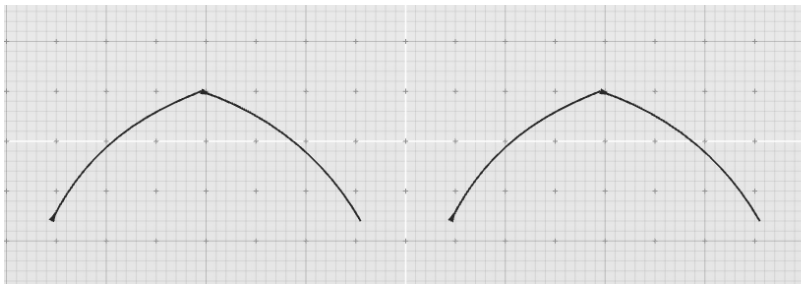

图 3-92 打开练习文件
1) 打开素材文件夹“练习 (3.4.6_2)”中的 Evolve 文件, 激活顶视图, 可见两组 NURBS 曲线, 虽然两组曲线分别首尾相连, 但明显可见连接处的连续性为 G0, 如图 3-92 所示。